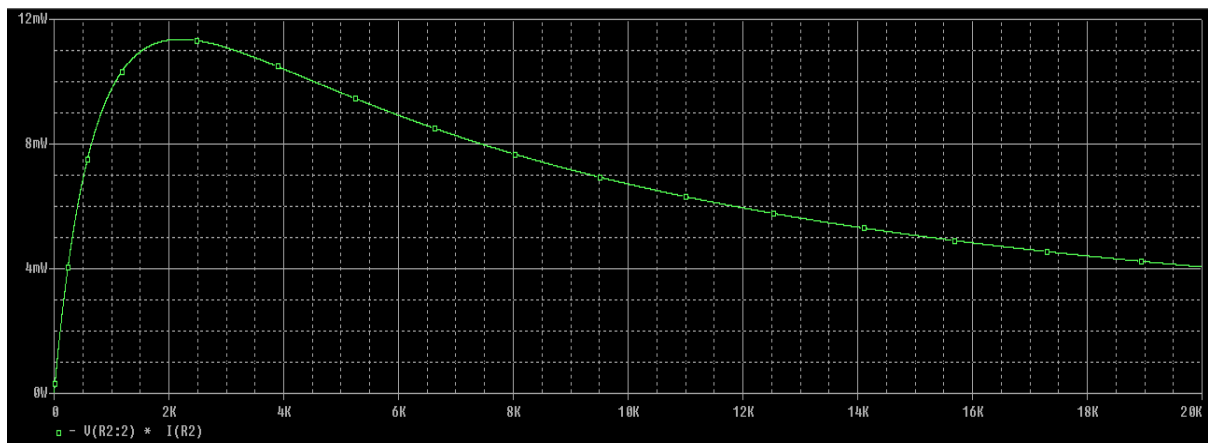

Рисунок 6.47 – Діаграма залежності потужності, що розсіюється на R_{var}
57. Видаліть відображувані в *Probe* змінні і осі. Потім введіть дані для відображення $V(R2:2) * I(R2)$. Зробивши це, ви отримаєте діаграму, як на рис. 6.47.
З теорії ви знаєте, що потужність досягає свого максимального значення тоді, коли значення R_{var} дорівнює значенню $R1$. Це називається узгодженням за потужністю. На рис. 6.47 показано, що потужність має максимальне значення при опорі $R_{var} = 2,2$ (кОм). Отже, результати проведеного моделювання в точності підтверджують теорію.